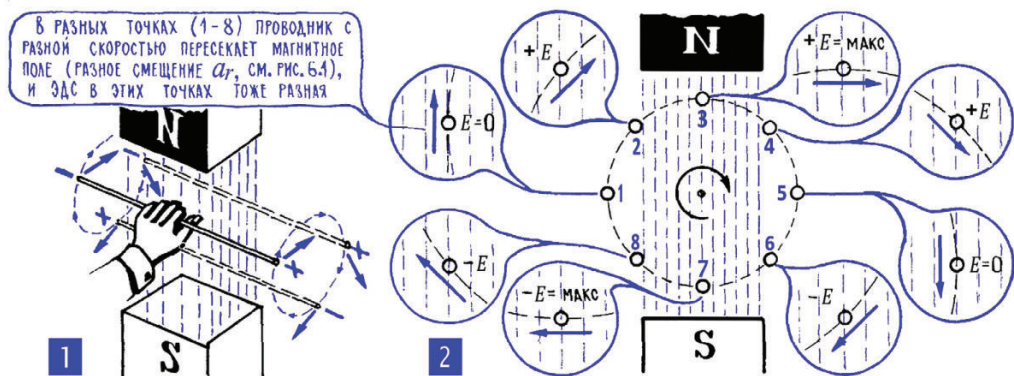
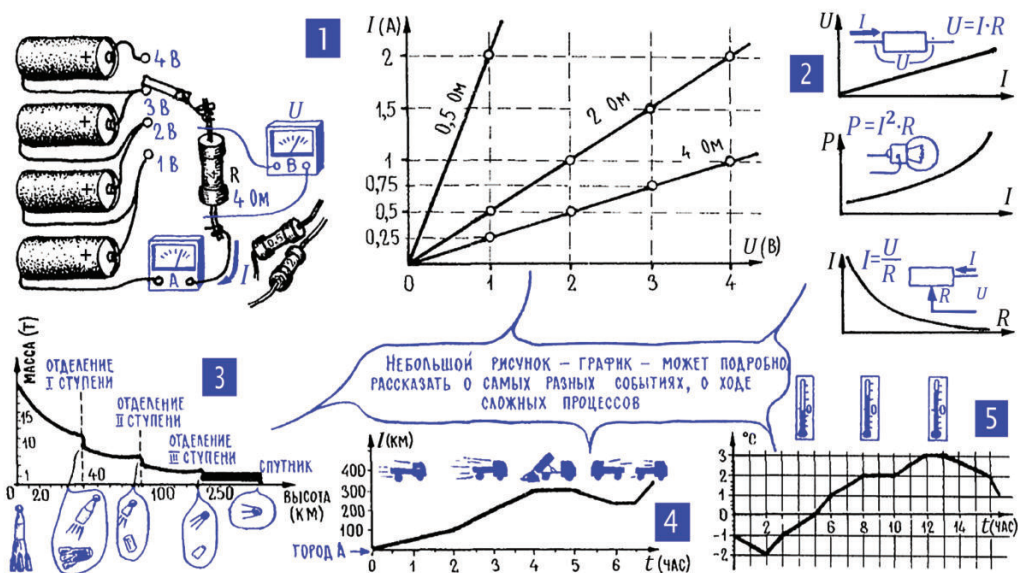
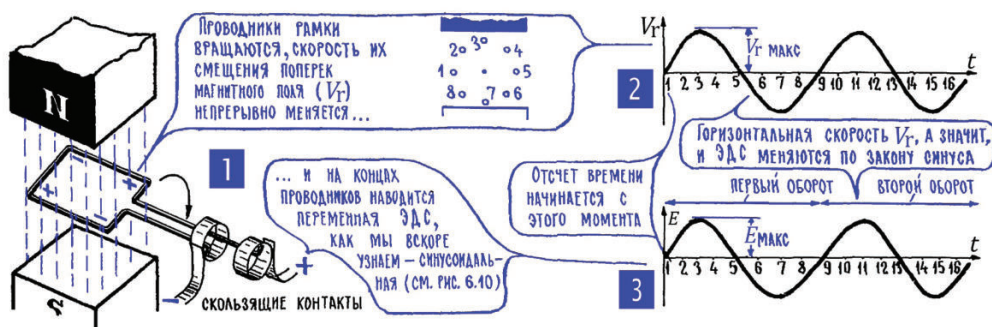

Рис. 6.2. Круговое движение проводника в магнитном поле
Рис. 6.3. Графики различных величин
Рис. 6.4. ЭДС генератора на графике
Все рассмотренные примеры – лишь подготовка к знакомству с простейшей моделью машинного электрического генератора, где проводник вращается в равномерном магнитном поле (рис. 6.2). В таком проводнике индуцируется ЭДС, которая подводится к внешней электрической цепи с помощью скользящих контактов. Проводник вращается в магнитном поле равномерно с постоянным числом оборотов в минуту. При этом он, естественно, с постоянной скоростью движется по окружности, но с разной скоростью пересекает магнитное поле. Когда, например, проводник проходит точки 3 и 7, он с максимальной скоростью пересекает поле, хотя и в разных направлениях. В эти моменты в проводнике наводится ЭДС, наибольшая из всех возможных, но, конечно, разной полярности. Когда проводник проходит точки 1 и 5, он вообще не пересекает магнитного поля, и наведенная ЭДС в эти моменты равна нулю. Во всех остальных точках наводится ЭДС разной величины, в пределах от максимальной до нуля, причем на всем участке движения от точки 1 до 5 ЭДС имеет одну полярность, а на всем участке от 5 до 1 – противоположную. Одним словом, на проводнике, который вращается в магнитном поле, наводится переменная ЭДС, непрерывно меняется ее величина и периодически меняется ее полярность. О том, как меняется наведенная ЭДС при вращении проводника в магнитном поле, лучше всего рассказывает график.
2. График – особый рисунок, наглядно показывающий, как одна какая-либо величина зависит от другой. Об одной из зависимостей закона Ома можно рассказать словами – «ток прямо пропорционален электродвижущей силе...», можно записать ее в виде короткой формулы (рис. 4.1), а можно отобразить эту зависимость на графике, как это сделано на рис. 6.3; 1. Основа графика – две взаимно перпендикулярные линии, две оси: вертикальная и горизонтальная. По вертикальной оси в определенном масштабе откладывают, отмеряют ту величину, об изменениях которой мы хотим рассказать. А по горизонтальной оси отмеряют ту величину, от которой зависит первая. «В определенном масштабе» означает, что если, например, отмеряется масса, то 1 мм на шкале может соответствовать 1 г или 1 кг; если отмеряется температура, то 1 мм – это уже может быть 1°; если ток – то 1 мм может отображать 1 А; если напряжение – 1 В. Отсчет в большинстве случаев ведется от нуля, совпадающего с точкой пересечения осей.
На рис. 6.3 показано, как с помощью графиков можно записать несколько самых разных зависимостей. Первая – зависимость тока I в цепи от напряжения U при некотором постоянном сопротивлении R . Строится график так: задаемся некоторыми значениями напряжения – 1 В, 2 В, 3 В и т. д. – и подсчитываем для них соответствующие величины тока по формуле закона Ома. При $R = 2$ Ом получается соответственно 0,5 А, 1 А, 1,5 А и т. д. Теперь из соответствующих точек на осях I и U проводим перпендикуляры до их пересечения и получаем на поле между осями точки, каждая из которых
говорит: «при $U = 1$ В ток $I = 0,5$ А», «при $U = 2$ В ток $I = 1$ А», «при $U = 3$ В ток $I = 1,5$ А» и т. д. Соединяем точки и получаем линию, которая как раз показывает, как именно ток I зависит от напряжения U . Одного взгляда на график достаточно, чтобы сказать, что с увеличением напряжения ток растет, причем растет прямо пропорционально, или иначе – линейно. Для экономии места можно на одном графике показать несколько зависимостей I от U при разных сопротивлениях цепи. Легко заметить, что с ростом сопротивления цепи R ток I при увеличении U нарастает не так резко. Графики могут также показать, что величина тока обратно пропорциональна сопротивлению, рассказать о зависимостях закона Ома для участка цепи, о том, как мощность зависит от тока или напряжения (рис. 6.3; 2).
На графике рис. 6.3; 3 условно показано, как меняется масса космической системы при выведении спутника на околоземную орбиту. Сама масса в тоннах отложена по вертикальной оси, а по горизонтальной отложена высота подъема ракеты-носителя. На Земле (нулевая высота) общая масса системы – 20 т (цифры условные), затем по мере подъема выгорает топливо, и масса ракеты постепенно уменьшается. На высоте 40 км масса уменьшается резко, скачком это отстреливается отработавшая первая ступень. Точно так же на высоте 100 км отстреливается вторая ступень, и на высоте 250 км – третья. Остается на орбите сам спутник (чистая масса 1 т), который движется по эллиптической орбите, то несколько опускаясь, то поднимаясь над Землей (жирная линия на графике).
График (рис. 6.3; 4) показывает, как меняется с течением времени расстояние l , которое автомобиль проехал от города А. Мы видим, что первые два часа автомобиль шел с постоянной скоростью, каждый час покрывая 50 км. В последующие два часа скорость была больше – за каждый час машина уже проходила 100 км. А вот на графике появился горизонтальный участок – время идет, а пройденный путь остается неизменным, то есть машина стоит на месте. Потом водитель вообще поехал назад – линия графика пошла вниз, то есть расстояние от города А стало уменьшаться, скорее всего, водитель обнаружил какую-то неисправность и вернулся в дорожную мастерскую. После непродолжительной остановки машина вновь двинулась вперед.
И еще один пример – график изменения температуры в течение суток (рис. 6.3; 5). Мы видим, что температура почти все время меняется – только между 8 и 10 часами и между 12 и 13 часами она остается постоянной. В какие-то моменты времени температура меняется медленнее, а в другие моменты резче. На этом графике мы впервые видим, как кривая (так часто называют линию, соединяющую точки графика) пересекает горизонтальную ось и уходит вниз. Так условились показывать, что изменяющаяся величина становится отрицательной. В данном случае это отрицательная температура, но точно так же строится график отрицательной ЭДС или отрицательного тока (рис. 6.4 и 6.5).
На рис. 6.4 показан график переменной ЭДС, которая наводится в проводнике при вращении его в магнитном поле (рис. 6.2). График очень подробно рассказывает о процессе наведения ЭДС. Мы видим, как в какой-то момент ЭДС достигает максимума – это проводник проходит точку 3 и с максимальной скоростью пересекает магнитное поле. Видим максимальную ЭДС, но уже другой полярности – проводник проходит точку 7. Наконец, график рассказывает, что дважды за каждый оборот проводник движется не поперек поля, а вдоль и затем меняет направление, в котором он пересекает поле. В эти моменты – они соответствуют точкам 1 и 5 – ЭДС равна нулю, и в эти же моменты происходит смена ее полярности.
При прочих равных условиях эффективное значение тока (ЭДС, напряжения) тем больше, чем больше амплитуда (атлет, поднимающий штангу в 200 кг, за день наверняка сумеет перенести больше грузов, чем малыш, который с трудом тащит легкую табуретку). Для переменной ЭДС (напряжения, тока), которая наводится во вращающемся витке (рис. 6.4, такая ЭДС называется синусоидальной, и нам еще предстоит детальное знакомство с ней далее – см. гл. 7; 11), существует такое соотношение: эффективное значение составляет примерно 70 % от амплитуды, а амплитуда соответственно в 1,41 раза¹ больше эффективного значения (рис. 6.7). Так, например, в сети переменного тока с напряжением 220 В амплитуда напряжения $220 \cdot 1,41 \approx 310$ В.
Фазу принято отмерять не в процентах, а в градусах, каждый градус – это 1/360 часть периода, то есть градусами в данном случае отсчитывают не угол, не температуру, а время. Название единицы измерения во всех этих случаях одинаковое – градус, а единицы измерения разные. Кстати, градусы как меру времени, меру периода можно легко связать с угловыми градусами, показывающими положение проводника, который вращается в магнитном поле (рис. 6.4 и 6.8; 2).